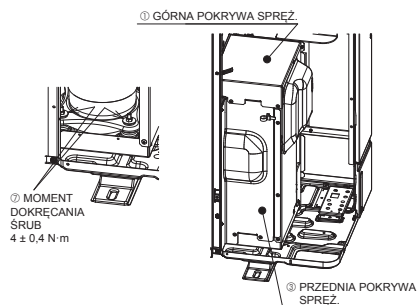

Fig. 4-2
- Po zdemontowaniu części ustalających SPRĘŻ, należy dokręcić nakrętki i z powrotem założyć GÓRNĄ POKRYWĘ SPRĘŻ. oraz PRZEDNIĄ POKRYWĘ SPRĘŻ. (Fig. 4-2)